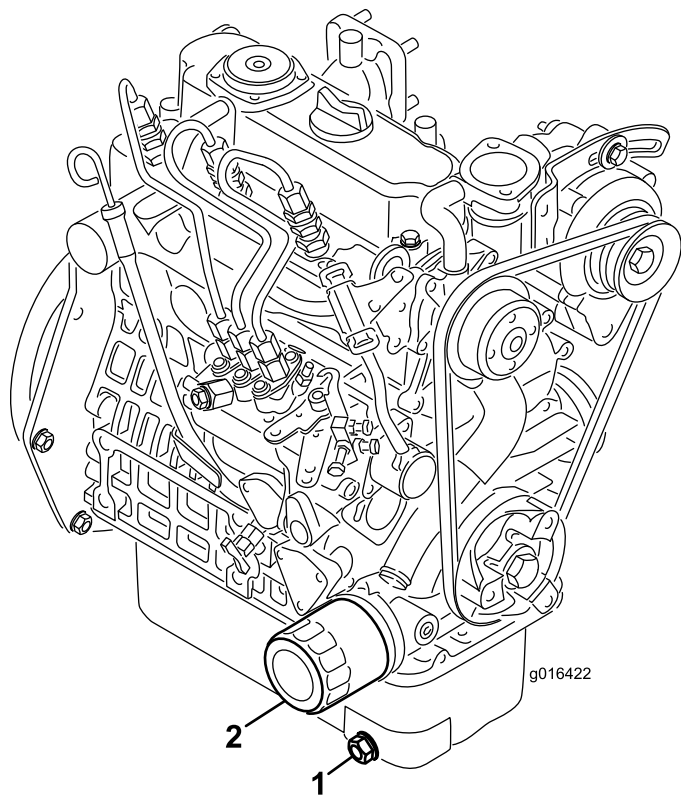

Рисунок 35
1. Снимите маслосливную пробку (Рисунок 35) и дайте маслу стечь в сливной поддон. Когда масло перестанет течь, установите маслосливную пробку на место.